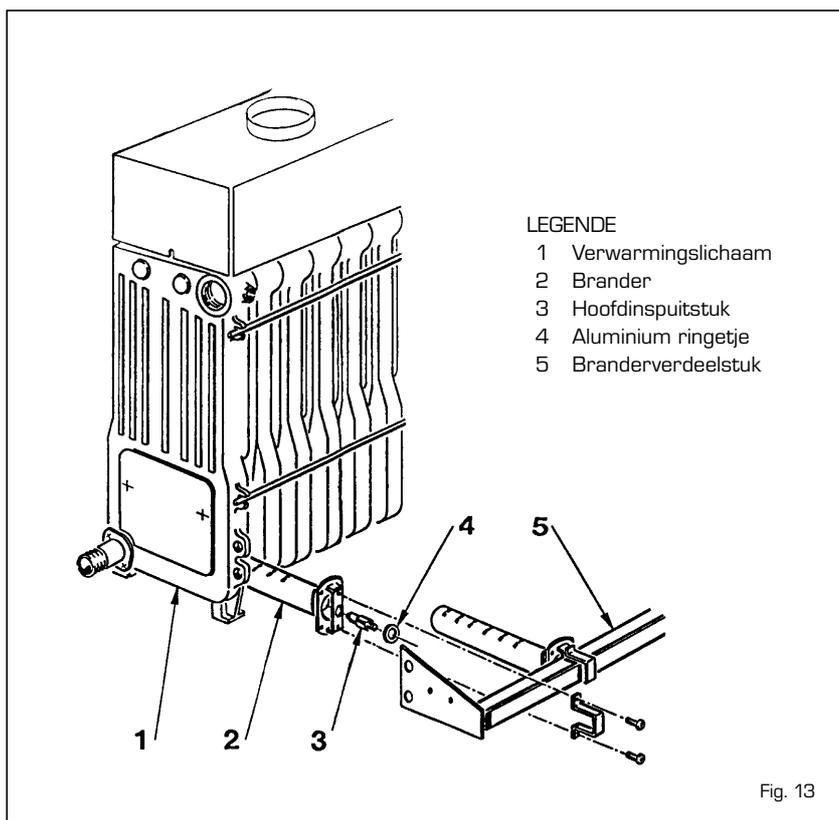

Fig. 13
- Haal de brander van het inspuiter- deelstuk af en richt een straal lucht op de binnenkant van de branders zodat eventueel stof dat zich opeen- gehoopt heeft eruit geblazen kan worden. Verzeker u ervan dat de bovenkant van de branders met gaatjes vrij is van aanslag (fig. 13).